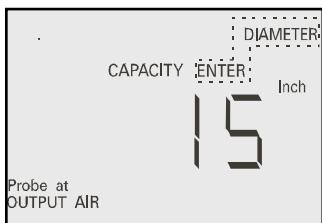

Figura 16
- En el paso 5.5.3, oprima “Enter” por más de dos segundos hasta que la palabra “Diameter” (Diametro) aparezca parpadeando en la pantalla. (figura 16)